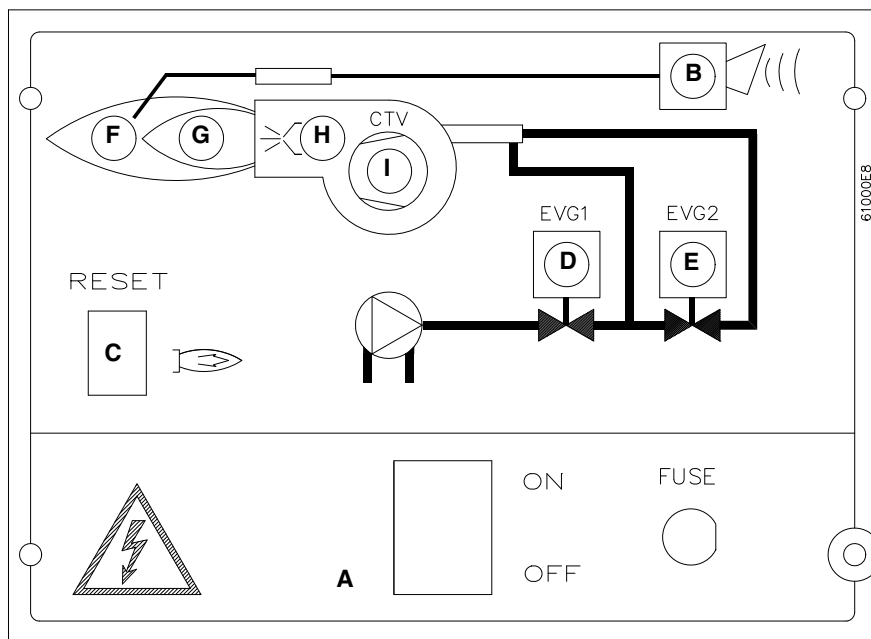

Fig. 13
- 5 Porniti arzatorul prin intermediul intrerupatorului de alimentare **A** (Fig. 13): daca arzatorul se blocheaza (LED **B** este "on"-aprs pe panoul de comanda) apasati butonul RESET(**C**) de pe panoul de control (Fig. 13) - pag.23;